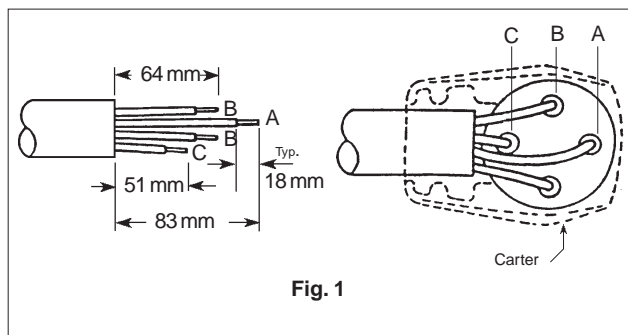

Fig. 1
- Dénuder le cordon de sa gaine et les conducteurs de leur isolant tel qu'illustré à la figure 1. Noter que cet arrangement de lames peut être placé dans l'une ou l'autre de 4 positions en faisant pivoter l'ensemble de contacts dans le carter. Ceci déterminera la longueur de chaque fil selon leur couleur. Torsader l'ensemble des brins de chaque conducteur. **NE PAS ÉTAMER LES CONDUCTEURS**